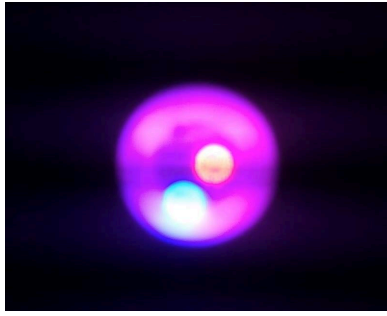

Figure 6:
- (1) 一開始拍攝時, 頻率的條紋十分不明顯 Fig.6, 因此程式難以分辨。